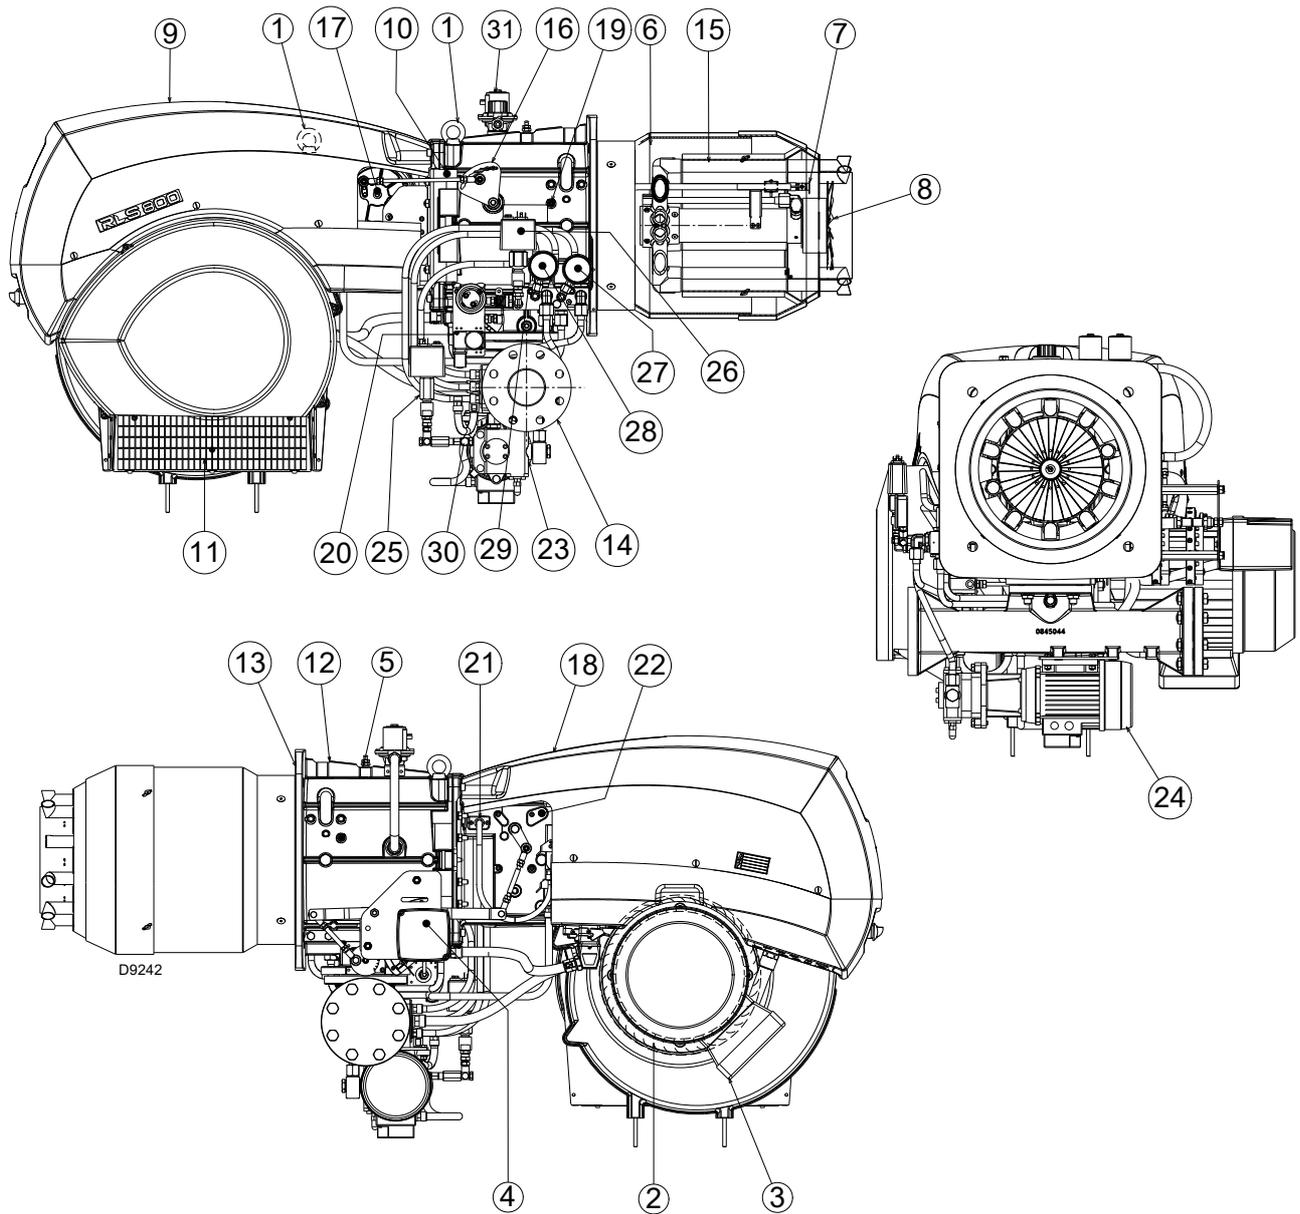

Fig. 4
- (1) Condiciones de referencia: Temperatura ambiente 20°C - Temperatura del gas 15°C - Presión barométrica 1013 mbar - Altitud 0 m s.n.m.
(2) Presión en la toma 5)(Fig. 4) con presión cero en la cámara de combustión y a la potencia máxima del quemador.
(3) Presión sonora medida en el laboratorio de combustión del fabricante, con quemador funcionando en caldera de prueba a la máxima potencia. La potencia sonora se mide con el método "Free Field", previsto por la Norma EN 15036, y según una exactitud de medida "Accuracy: Category 3", como se describe en la Norma EN ISO 3746.